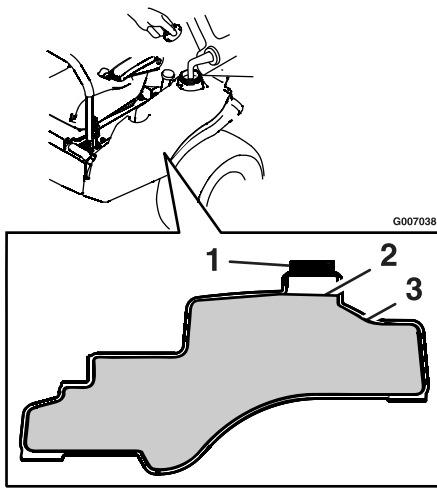

Figura 8
3. Añada gasolina normal sin plomo al depósito de combustible hasta que el cuerpo del depósito está lleno, pero sin que el combustible llene el cuello del depósito (Figura 8). Este espacio vacío en el cuello del depósito permite la dilatación de la gasolina. No llene completamente el depósito de combustible.